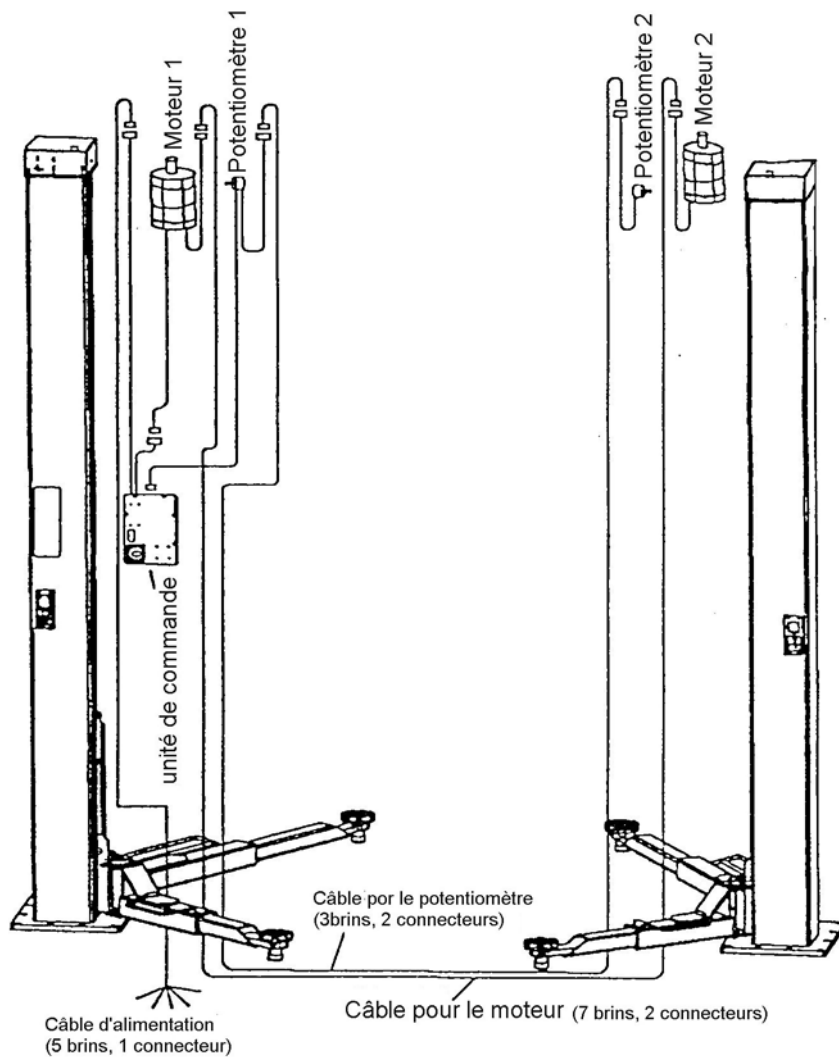

Fig.15 : Passage des câbles sans utiliser les montants et la traverse. (dans le sol)
- Brancher les câbles selon fig. 15.